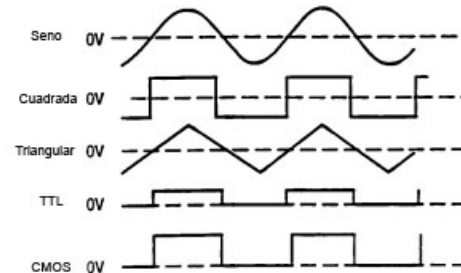

Figura 2. Formas de onda de salida y relación de fase
1. Inicialmente, verifique los switches DUTY CYCLE (17), CMOS LEVEL(15), DC OFFSET(14), -20dB (11), y SWEEP EXT/INT (12) estén desactivados. Esto producirá una onda simétrica no afectada por el generador de barrido y otros controles.
2. Enchufe la unidad en una fuente de energía apropiada y enciéndalo oprimiendo el switch POWER (1)
3. Seleccione la onda de forma deseada (SINE, SQUARE, TRIANGLE) oprimiendo uno de los switches de FUNCTION (3). Sus relaciones de fase se muestran en la figura 2.
4. Seleccione la frecuencia de la onda de forma oprimiendo uno de los switches RANGE (2). La frecuencia de salida se mostrará, junto con las unidades de medida apropiadas, KHz, o Hz (23), on el LED indicador.
5. Gire el control COARSE (20) para fijar la frecuencia de salida rápidamente al valor deseado aproximado. El control FINE (19) puede usarse ahora para fijar el valor exacto